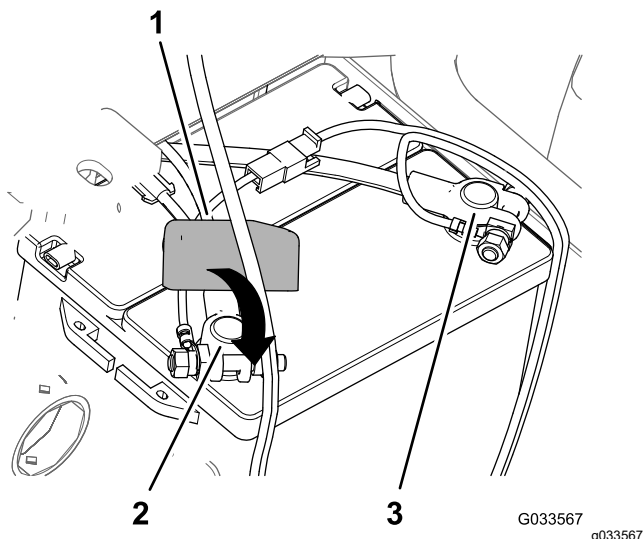

Bild 30
8. Schließen Sie das Pluskabel der Batterie am **Pluspol** der Batterie an und ziehen Sie die Klemmmutter mit der Hand an (Bild 30).